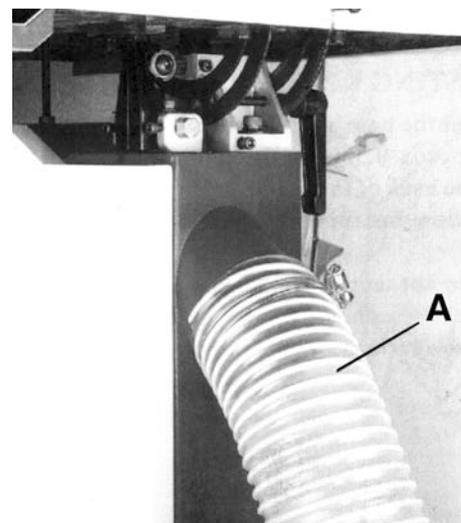

FIGURE 12
Il est recommandé de brancher votre scie à ruban à un collecteur de poussière. Un collecteur de poussière réduit la poussière aéroportée et garde votre atelier propre. Votre scie à ruban comprend 2 sorties de poussière de 4" (A) Fig.12. Des boyaux de 4" doivent être attachés aux sorties de poussière et ensuite branchés à un collecteur de poussière. Une variété de collecteurs de poussière sont disponibles au détaillant de produits King Canada le plus près.